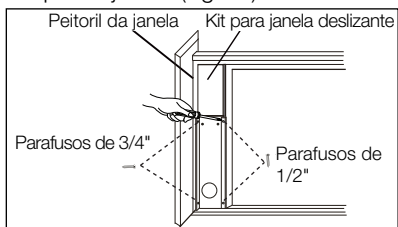

Fig. 20
- Feche a janela e ajuste-a com firmeza contra o kit para janela deslizante. (Fig. 20)
- Utilize dois parafusos de 1/2" para fixar o kit para janela deslizante à janela. (Fig. 20)
- Utilize dois parafusos de 3/4" para fixar o kit para janela deslizante ao peitoril janela. (Fig. 20)